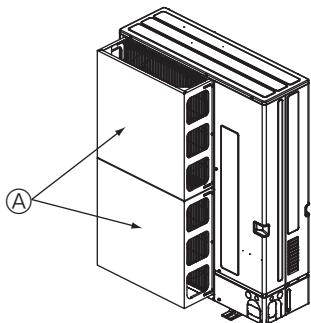

Fig. 2-16
- ① Si la unidad está situada en un lugar expuesto a vientos fuertes como huracanes que puedan entrar en la salida de aire, coloque una guía de aire opcional. (Fig. 2-16)